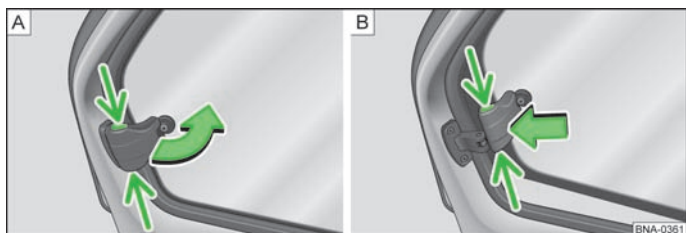

Fig. 18 Vidros traseiros
- Agarre na segurança no entalhe » [Fig. 18 - \[A\]](#) e abra o vidro no sentido da seta.
- Bloqueie o vidro na posição aberta, pressionando a segurança no sentido da seta » [Fig. 18 - \[B\]](#).
- Agarre a segurança no entalhe e puxe no sentido oposto ao da seta » [Fig. 18 - \[B\]](#).
- Feche o vidro para a posição inicial no sentido oposto ao da seta » [Fig. 18 - \[A\]](#), até que a segurança engate de forma audível.